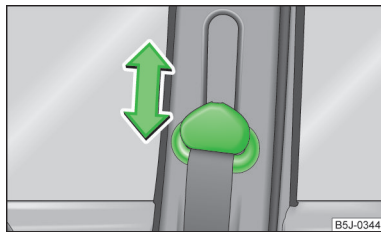

Fig. 111
- » Presione el herraje de inversión y desplácelo en el sentido deseado, hacia arriba o hacia abajo » fig. 111.